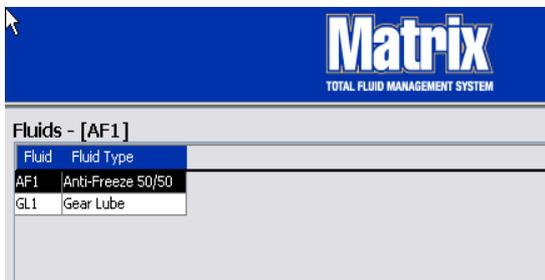

ABB. 69
5. In der Materialansicht wird nun die Materialinformation angezeigt, wie in ABB. 69 gezeigt.
6. Um den einem Material zugewiesenen Namen oder den einem Namen zugewiesenen Materialtyp zu ändern (ABB. 69), heben Sie den Eintrag hervor, der im Material-Hauptfenster aufgeführt ist.